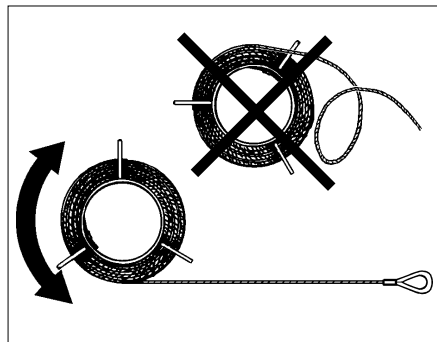

Fig. 1.27
- Eviter la formation de boucles lors du déroulement des câbles (Fig. 1.27).